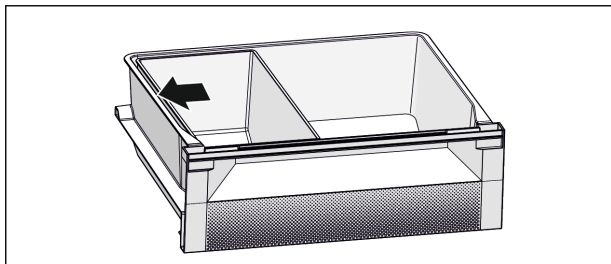

Fig. 6
- Fish & Seafood-Schale positionieren. Mit der abgebildeten Position erhalten Sie eine optimale Kühlfunktion (siehe Fig. 6).